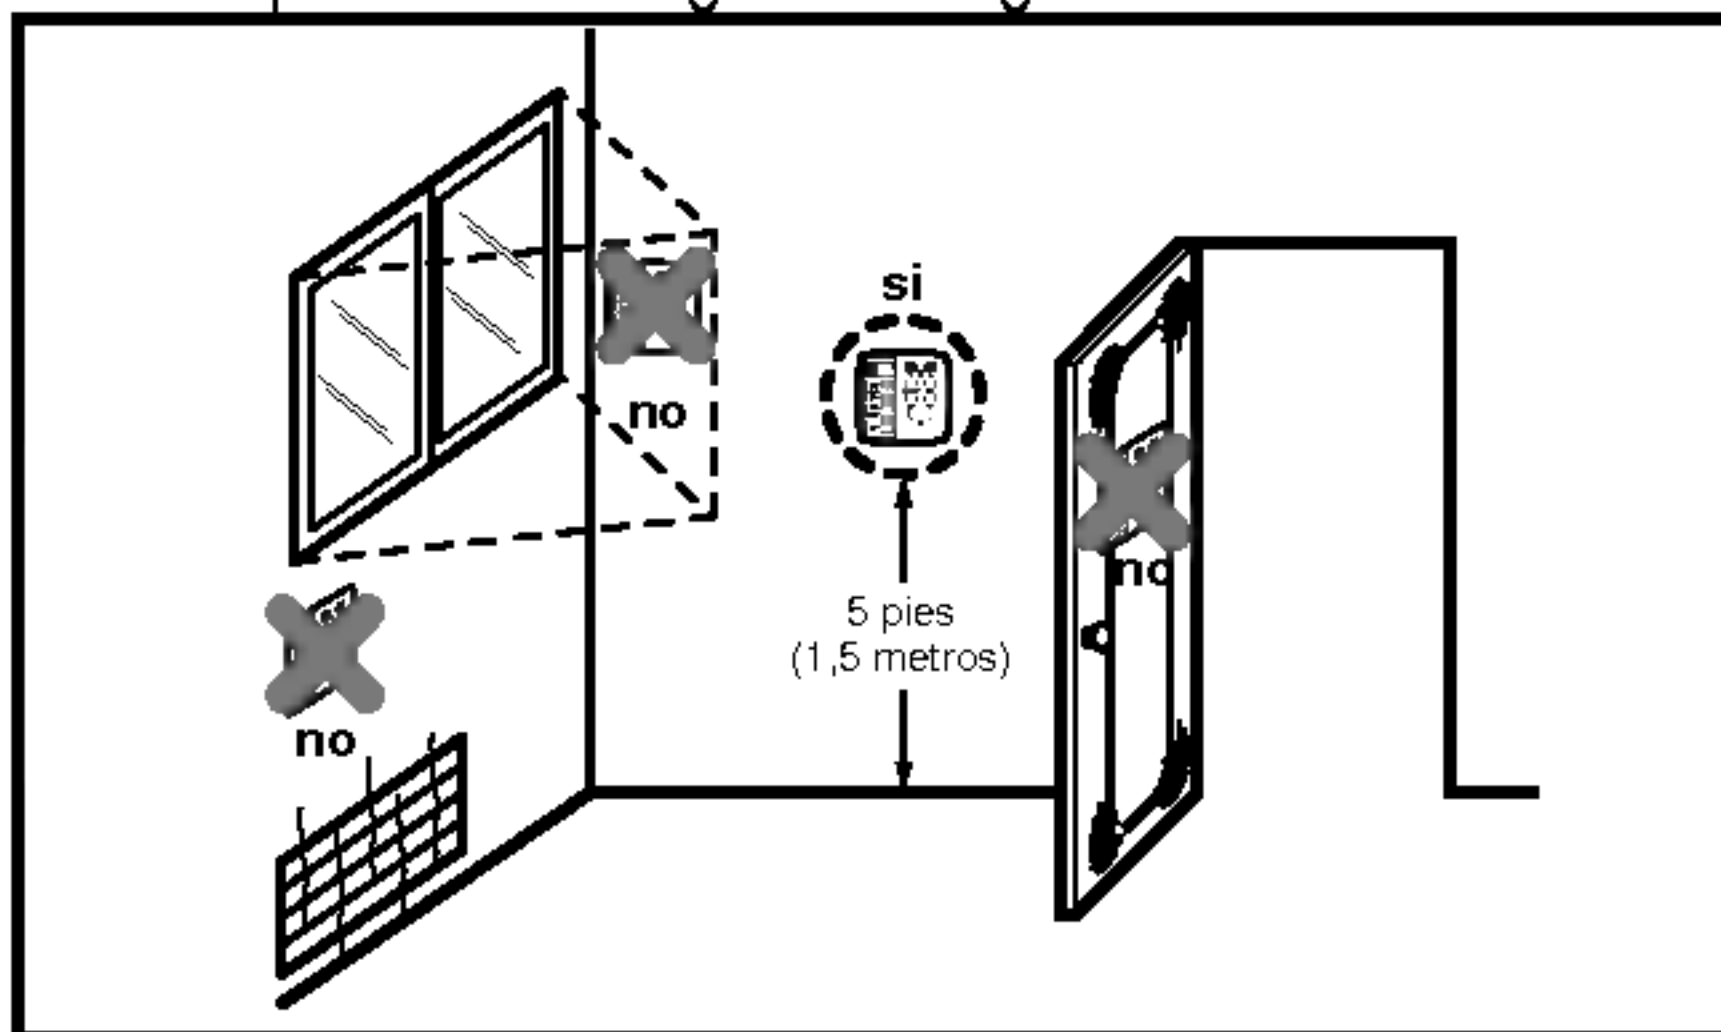

Fig.1 Ubicaciones tipo para el termostato
- Como el sensor de la temperatura de la habitación se halla en el termostato electrónico, la caja del termostato electrónico debe instalarse en un lugar alejado de la luz solar directa, de la humedad muy alta o de alguna fuente de provisión de aire frío para mantener un control correcto de la temperatura del lugar. Instale el termostato alrededor de 5ft(1.5m) por encima del piso en un lugar con Buena circulación de aire y de una temperatura promedio. Vea la Fig.1. No instale el termostato donde pueda ser afectado por corrientes de aire o en zonas muertas detrás de puertas o en esquinas.